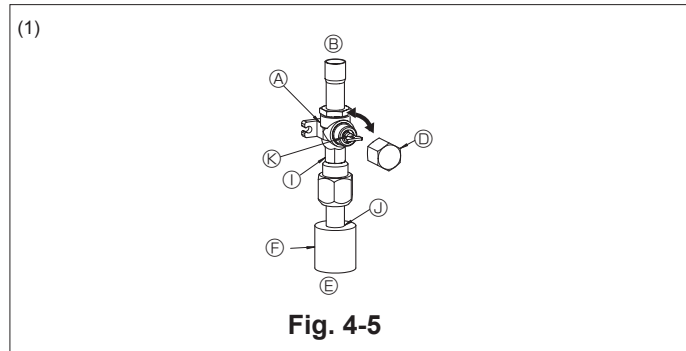
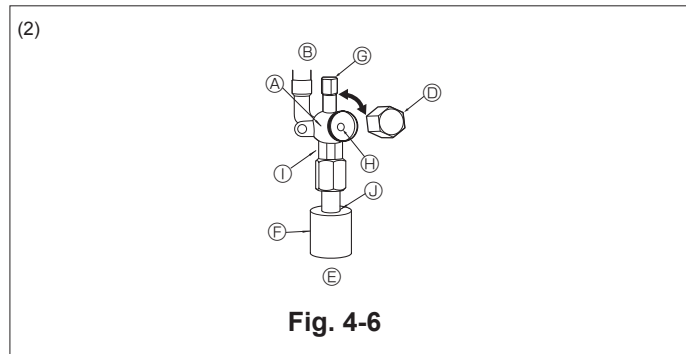

Fig. 4-5
Fig. 4-6
(1) Lado del gas (Fig. 4-5)
- ① Quite la tapa, tire de la manivela hacia usted y gire 1/4 de vuelta hacia la izquierda para abrir.
- ② Cerciórese de que la válvula de parada esté completamente abierta, empuje la manivela y enrosque la tapa en su posición original.
(2) Lado del líquido (Fig. 4-6)
- ① Abra la tapa y gire la varilla de válvula hacia la izquierda hasta su tope, utilizando una llave hexagonal de 4 mm. Deje de girar cuando llega al tope. (ø6,35, 1/4 inch: Aproximadamente 4,5 revoluciones) (ø9,52, 3/8 inch: Aproximadamente 10 revoluciones)